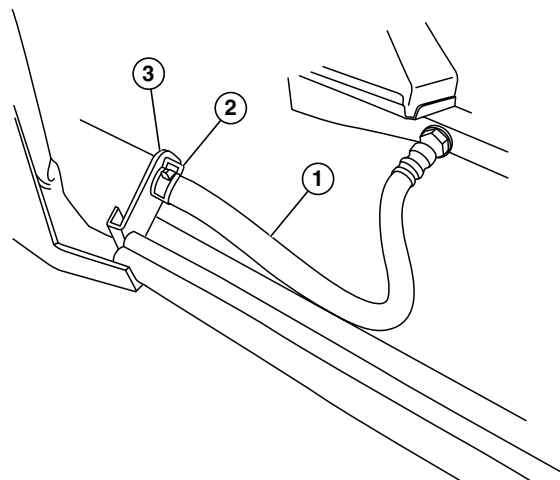

Figure 12
3. Retirer la jauge de niveau. L'essuyer avec un tissu propre et la réinsérer complètement dans le tube de la jauge. Voir figure 12, à la page 24.
- Remplir le moteur de la quantité appropriée d'huile moteur. Voir Figure 12.